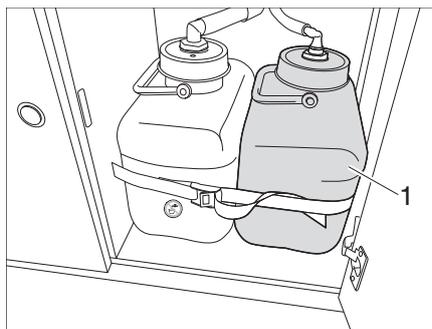
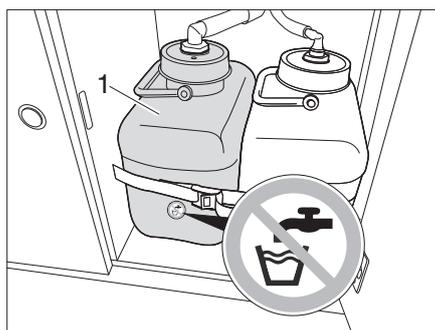
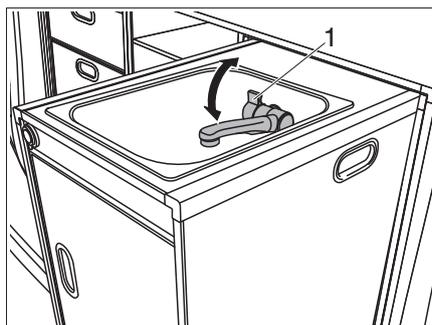

Fig. 41 Tanica dell'acqua
Fig. 42 Tanica per acque grigie
Fig. 43 Lavello con rubinetto dell'acqua
Il veicolo è equipaggiato con una tanica dell'acqua incorporata. Una pompa elettrica manda l'acqua al rubinetto dell'acqua (Fig. 43,1). Aprendo il rubinetto dell'acqua si accende automaticamente la pompa dell'acqua che manda l'acqua al punto di erogazione.
Capacità La tanica dell'acqua (Fig. 41,1) ha una capacità di circa 10 l.
La tanica delle acque grigie (Fig. 42,1) si trova nel blocco cucina.
- Ruotare il rubinetto dell'acqua (Fig. 43,1). L'acqua viene pompata verso l'alto dalla tanica dell'acqua (Fig. 41,1). La tanica delle acque grigie (Fig. 42,1) raccoglie le acque grigie.
- Ruotare indietro il rubinetto dell'acqua (Fig. 43,1). La pompa nella tanica dell'acqua si arresta.